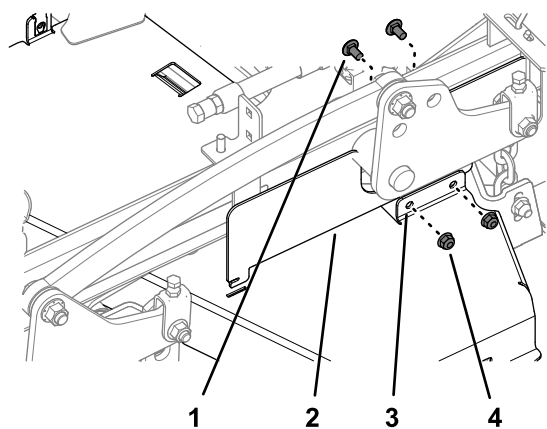

図 43
2. 左側 CE カバーを左側ベルトカバーに取り付ける 図 43 左側ベルトカバーの取り外し \(ページ 24\) で取り外したキャリッジボルト2本とロックナット2個を使用する。